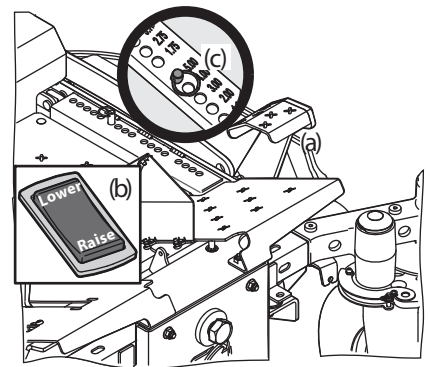

Figure 3-6
1. Appuyez sur la pédale de relevage du plateau de coupe (a) ou sur l'interrupteur de relevage du plateau de coupe (b) pour relever le plateau de coupe et insérez l'axe de chape (c) dans l'encoche désirée et relâchez lentement la pédale de relevage du plateau de coupe (a) ou en appuyant lentement sur l'interrupteur de relevage du plateau de coupe (b). Voir See Figure 3-6.